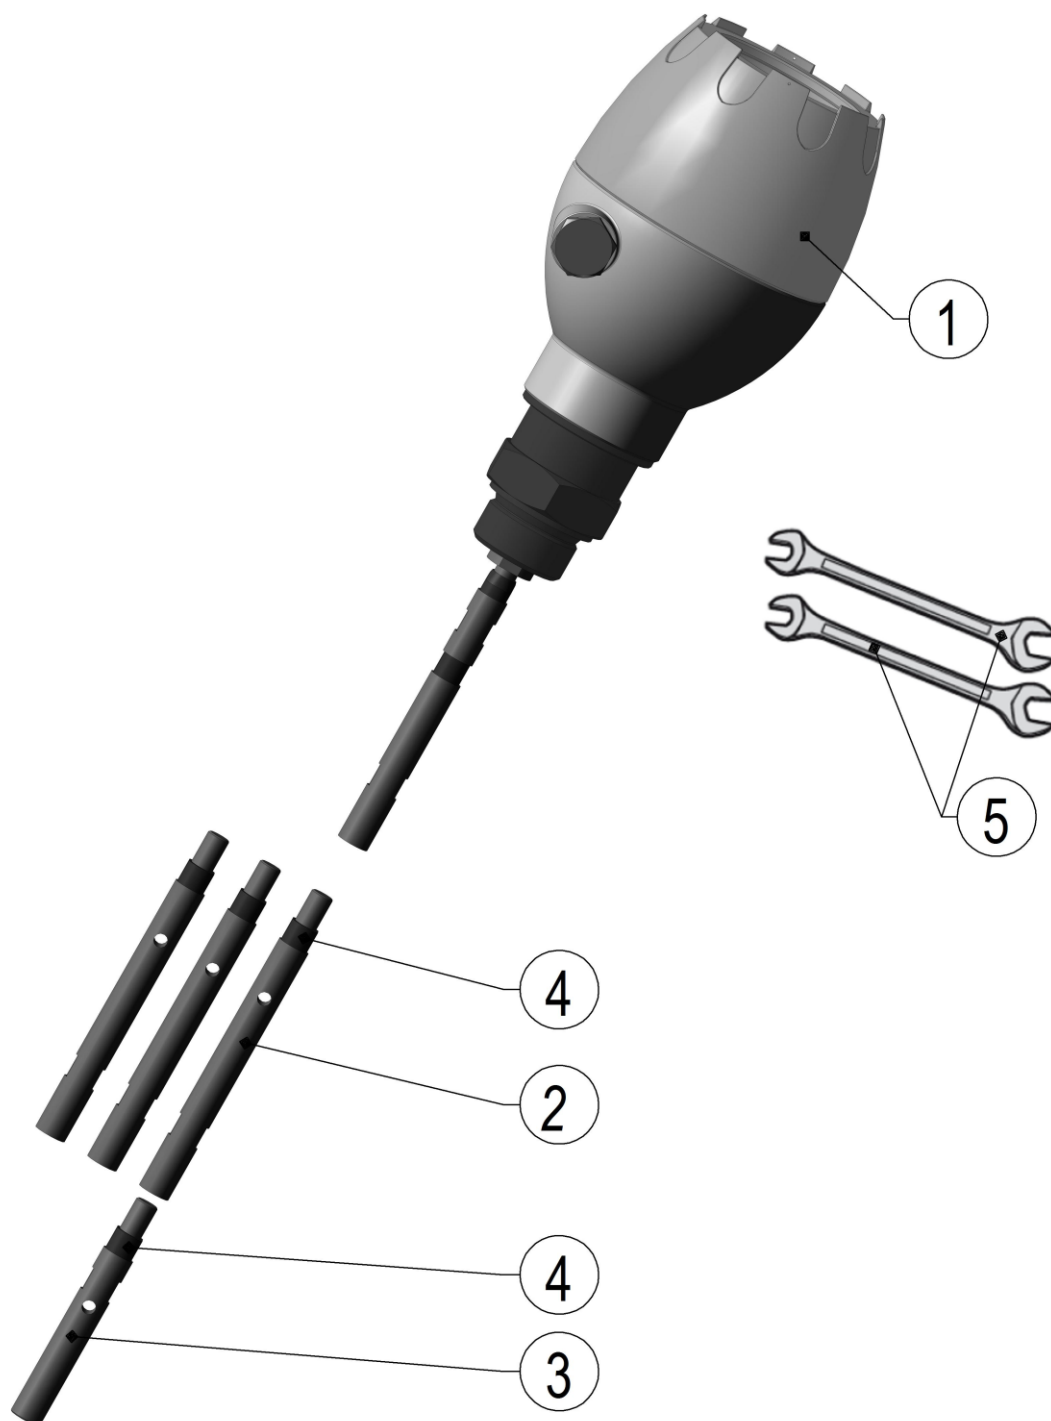

Рисунок 29 – Схема сборки одностержневого разборного зонда
2.3.14 Сборка одностержневого разборного зонда d14 мм (см. рисунок 29).